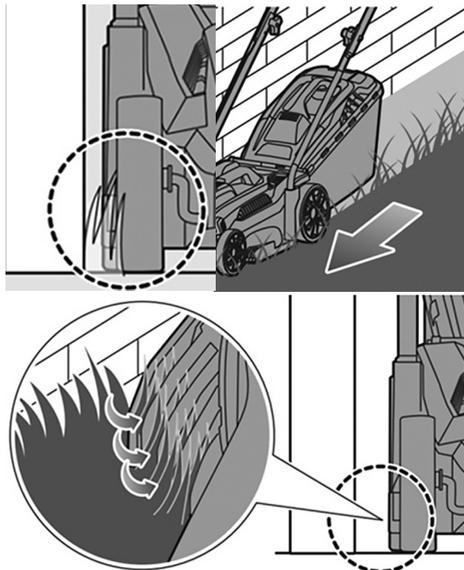

Рис. 14 Положение газонокосилки при скашивании у стены
- Будьте осторожны при скашивании травы у таких препятствий, как ограждение, стена и т.п. Защитные выступы на корпусе газонокосилки позволяют сделать это аккуратно (Рис. 14).